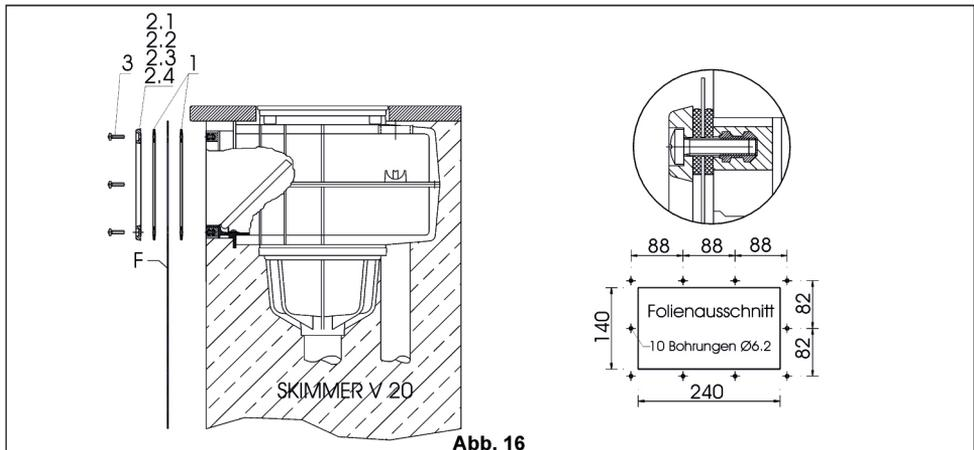

Abb. 16
3.4 Einbau der Skimmer V 20 in Betonbecken mit Folienauskleidung (Abb. 16)